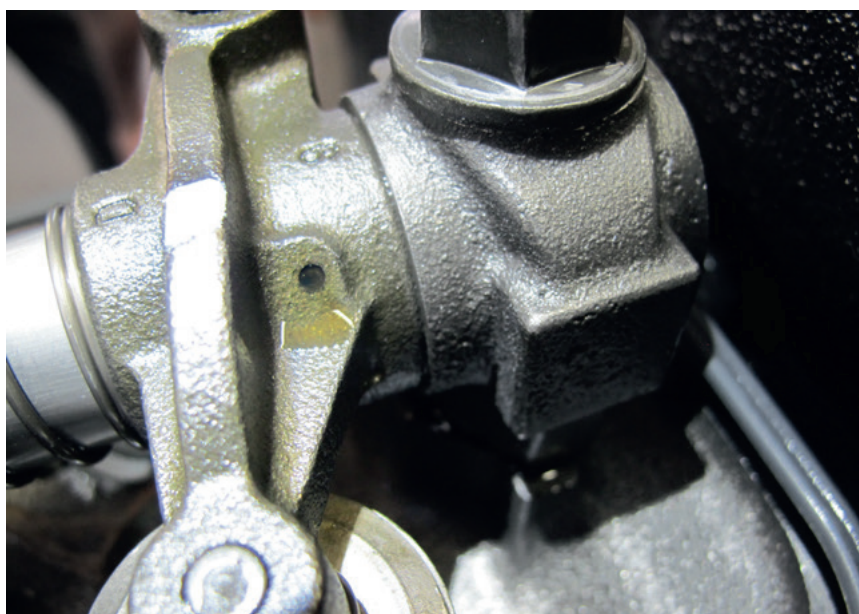

Fig. 3
2. On pompe ensuite de l'huile dans le moteur jusqu'à ce que de l'huile s'écoule au niveau des points de lubrification d'huile les plus éloignés de la pompe à huile. Il s'agit en règle générale des paliers de culbuteur (Fig. 3) ou des coussinets des arbres à cames supérieurs. La pression d'huile ainsi générée ne doit pas dépasser la pression d'huile maximale autorisée pendant le fonctionnement du moteur. Lors du remplissage avec de l'huile de pression, faire tourner le moteur à la main dans le sens de rotation.